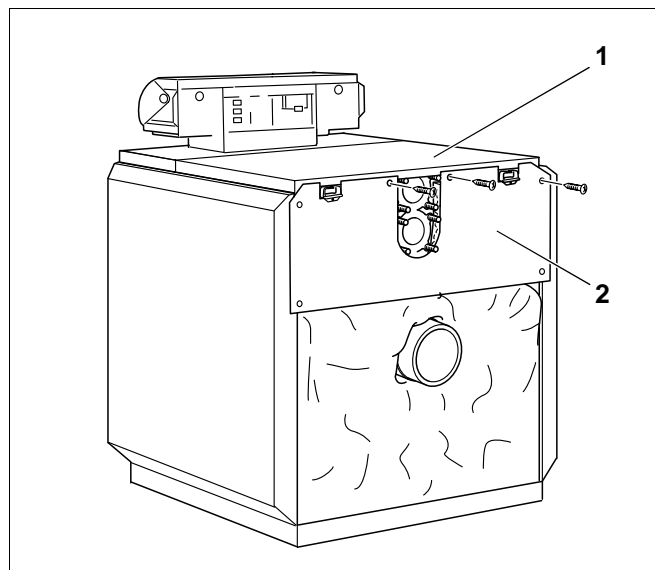

Fig. 39 Montering af den øverste bagkappe
- Skru den øverste del af bagkappen (Fig. 39, **pos. 2**) fast til toppladen bagtil (Fig. 39, **pos. 1**) og til sidekapperne.